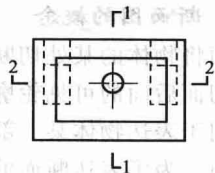

图 1-7 剖面图
用阿拉伯数字编号，并注明在剖视方向线的端部，编号应按顺序由左至右，由下而上连续编排，如图 1-7 所示。
(1) 水平剖面图 当剖切平面平行于水平投影面时，所得的剖面图称为水平剖面图，建筑施工图中的水平剖面图称平面图。
(2) 垂直剖面图 若剖切平面垂直于水平投影面所得到的剖面图称垂直剖面图，图 1-7 中的 1-1 剖面称纵向剖面图，2-2 剖面称横向剖面图，二者均为垂直剖面图。
(1) 全剖面图 用一个剖切平面将形体全部剖开后所画的剖面图。如图 1-7 中的两个剖面全为全剖面图。